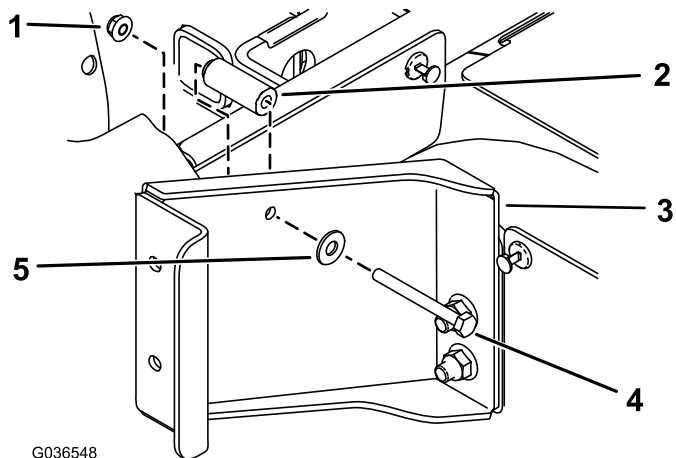

图2
- 如图2所示，使用 1 个六角头螺栓（1/4 x 2-1/2 英寸）、1 个扁平垫圈（5/16 英寸）、1 个垫片（9/32 x 5/8 英寸）和 1 个凸缘螺母（1/4 英寸）将支架固定到后座椅底座后面。